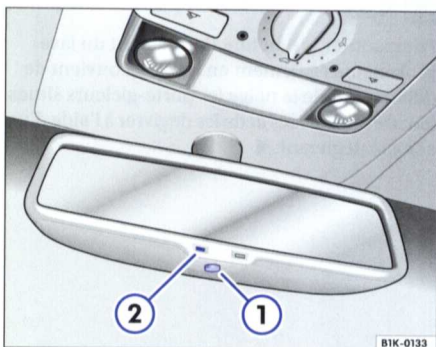

Fig. 47 Rétroviseur intérieur photosensible
Vous pouvez activer et désactiver le mode antiéblouissement automatique à l'aide de la commande sur le rétroviseur intérieur => fig. 47 ①. Lorsque le mode antiéblouissement automatique est activé, le témoin ② est allumé. ◀